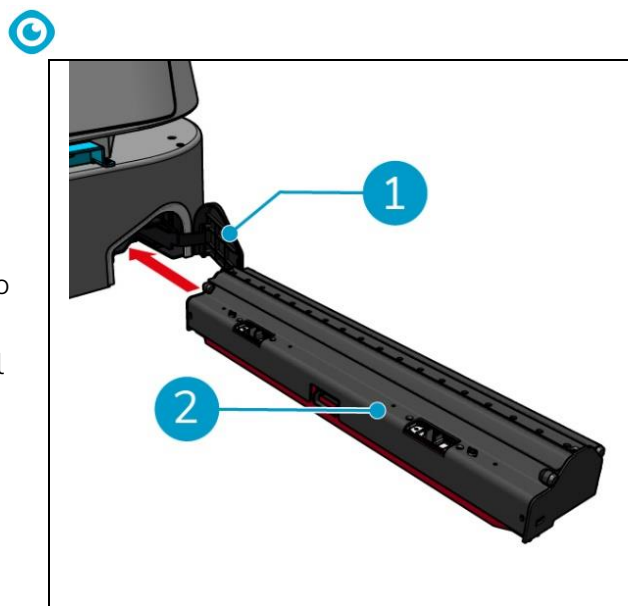

Figura 34
9. Substituir a escova do rolo e o suporte do rodo (Figura 34, pos. 2) no compartimento, ao longo da calha lateral superior.
10. Fechar a tampa do compartimento do suporte da escova de rolo e do rodo (Figura 34, pos. 1).